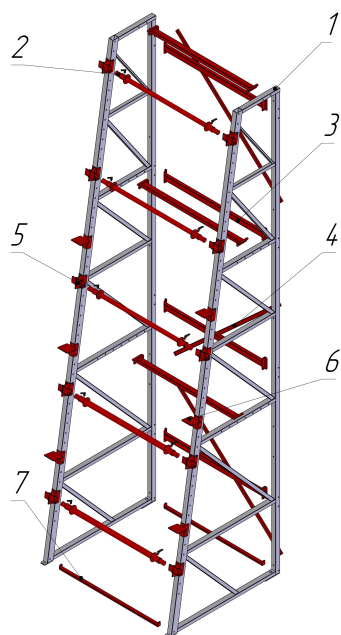
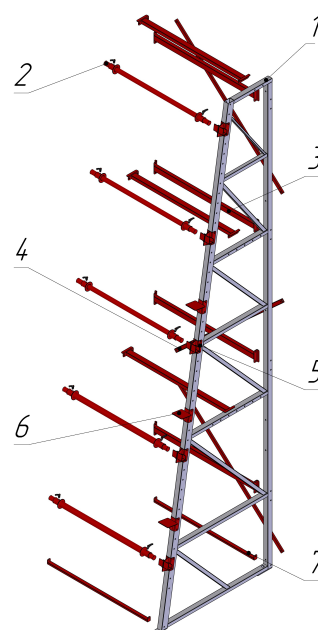

Рис. 3 Основной пролёт схема
Рис. 4 Дополнительный пролёт схема
2. Смонтировать основной пролёт, установить боковины 1, стяжки 3, 4, 7 (рис. 3).
3. Установить ложементы 5 и подножки 6 (рис. 3) на необходимой высоте.
5. Последовательным присоединением дополнительных пролётов (рис.4) собрать ряд стеллажа необходимой длины. Убедиться в том, что все без исключения боковые рамы 1 (рис. 3, 4) ряда стеллажа прикреплены к полу анкерными болтами.
1. Вставить ось 2 (рис.3) в осевое отверстие барабана и зафиксировать прижимными башмаками.